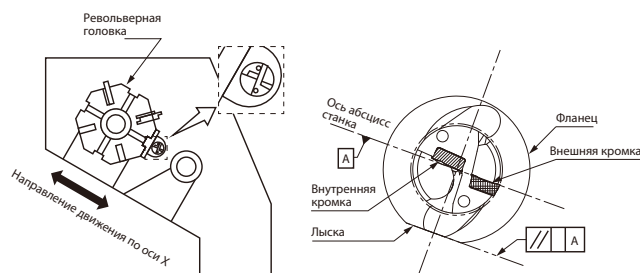
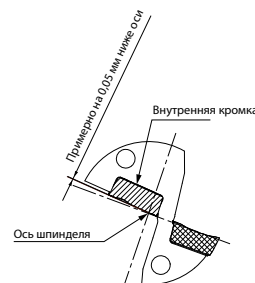

Рис. 1. Сверло, установленное на токарный станок
Рис. 5. Сверло (вид спереди)
- На шкале, которая расположена на фланце втулки, выставьте смещение, совместив нужное значение с центром заглушки канала для СОЖ (Рис. 1).
2. Рекомендуется установить наружную пластину, как показано на рис. 1, при этом наружная пластина обращена к оператору (Рис.1).
При установке внутренней пластины, как показано на рис. 1, она будет располагаться на 0,05 мм ниже центра шпинделя (см. Рис. 5). Это нормальное положение высоты центров. Однако если центры револьверной головки и шпинделя не совпадают, то режущая кромка внутренней пластины может находиться выше или значительно ниже центра шпинделя. Чтобы обеспечить стабильность обработки, важно убедиться в том, что высота центров удовлетворительная.